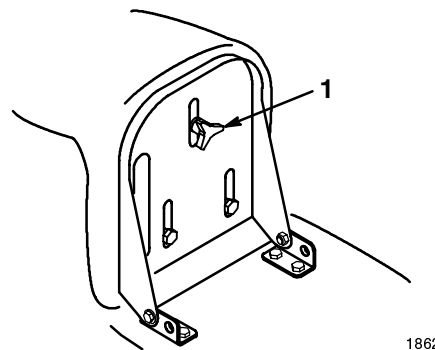

Bild 3
1. Heben Sie den Sitz an und lösen das Einstellrad (Bild 3).